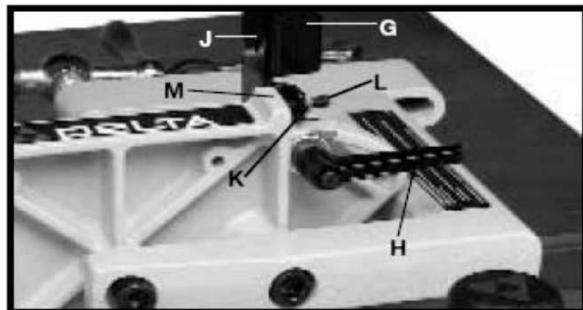

Рисунок 15
4. Шипорезное устройство имеет также упор для быстрой и точной установки ограничителя хода (G), Рис. 15, под прямым углом к столу. Для настройки упора, ослабьте рукоятку (H), Рис. 15, и приложите одну плоскость угольника (J) к столу, а другую – к ограничителю (G). Проверьте правильность расположения ограничителя относительно стола (90 градусов). Если требуется регулировка, ослабьте ручку (K), Рис. 15, и вращайте винт (L), пока головка винта не коснется вертикальной пластины (M) под углом 90 градусов. Затяните ручку (K) и рукоятку (H) по окончанию регулировки.